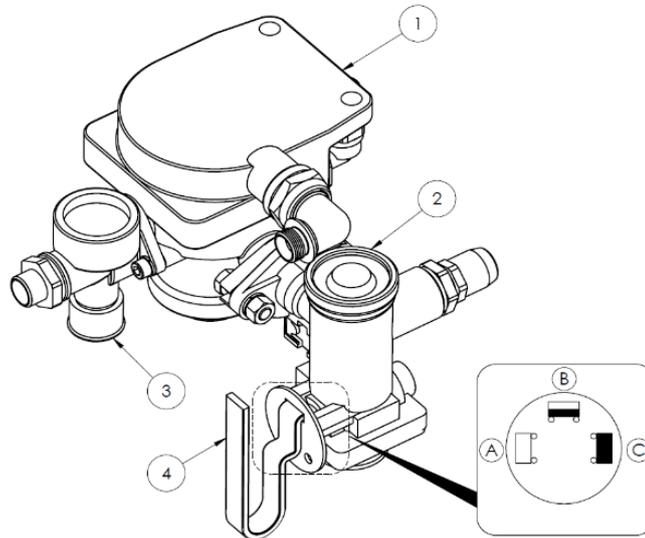

Рисунок 9-й Управляющий клапан и регулятор силы торможения пневматических тормозов:
Регулятор силы торможения (поз. 2) - рис. 9, используемый в пневматической тормозной системе, регулирует силу торможения в зависимости от степени заполнения кузова. Переключение в соответствующий режим работы осуществляется вручную путем изменения положения рычага (4). Это делается оператором машины перед началом движения. Доступны три рабочих положения: (А) «БЕЗ ГРУЗА», (В) «ЗАГРУЗКА НАПОЛОВИНУ», (С) «ПОЛНАЯ ЗАГРУЗКА».